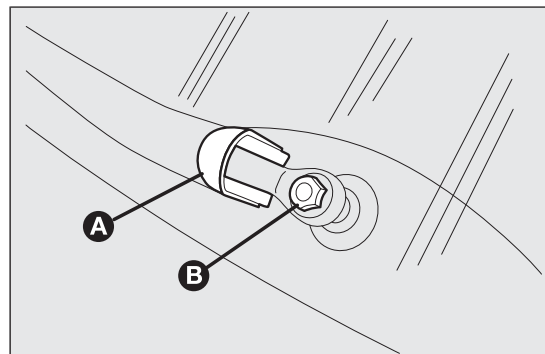

fig. 213
- ☐ sollevare la copertura A fig. 213 e smontare il braccio dalla vettura, svitando il dado B che lo fissa al perno di rotazione;